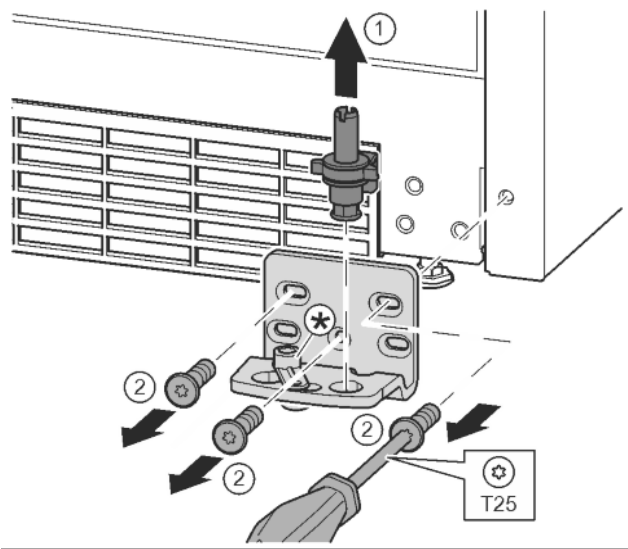

Fig. 15
- ▶ Извадете изцяло нагоре лагерния болт. Fig. 15 (1)
- ▶ Отвийте винтовете с отвертка T25 и свалете лагерната стойка. Fig. 15 (2)